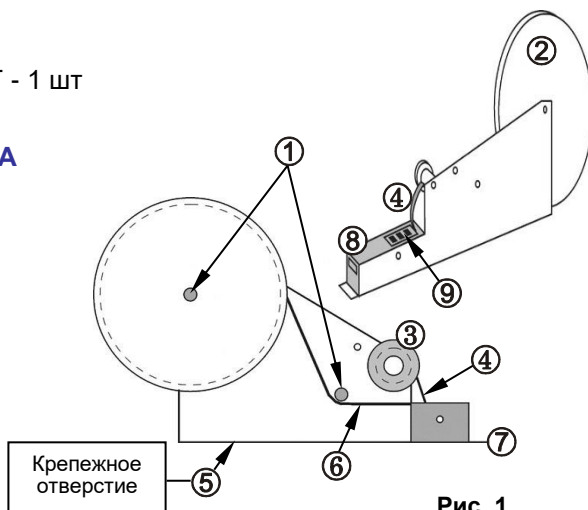
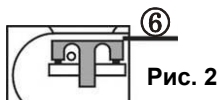
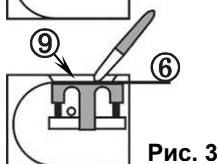

Рис. 1
Рис. 2
Рис. 3
Разместить бобину, как показано на рис.1, заправить ленту (6) в лентоприемочный модуль защитной пленкой (4) вверх (рис.2). В окне отсоединить защитную пленку от ленты (рис.3,4) и закрепить ее на подвижном ролике. Защитная лента наматывается на подвижный ролик при его вращении. Одновременно лента перемещается, и в окно лентоприемочного модуля подаются новые элементы, которые с помощью вакуумного пинцета перемещаются на плату. При использовании **АКП** установить направляющую (7) в паз подставки и зафиксировать второй край **АПЛ** совместив отверстие (5) с выступом подставки.